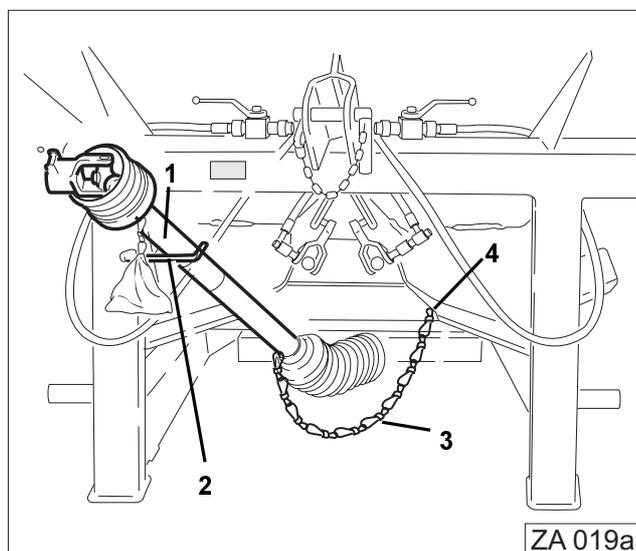

Fig. 16
- Encajar la segunda mitad del eje cardánico (Fig. 16/1) y colocarla en el soporte (Fig. 16/2).
- Con la cadena (Fig. 16/3) asegurar el tubo protector en el soporte (Fig. 16/4).